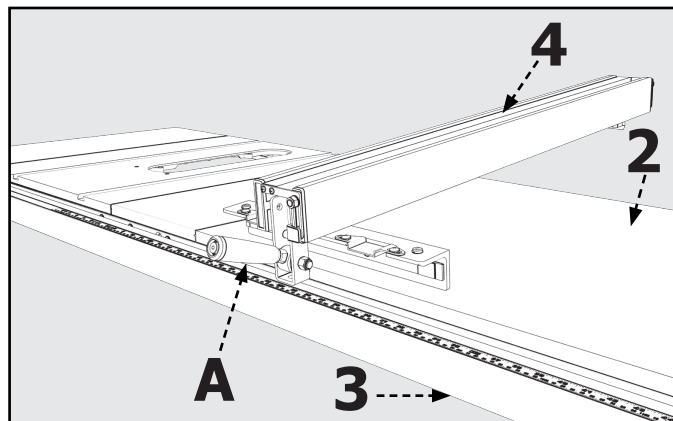

FIGURE 11
1. Placez la Barrière (4) sur le Tube de Guidage (3) et soulevez le Levier de Serrage (A).
2. Guidez la Barrière sur le Rail de Guidage Arrière (2), comme illustré à la **Figure 11**, et poussez doucement la Barrière sur le Tube de Guidage (3).